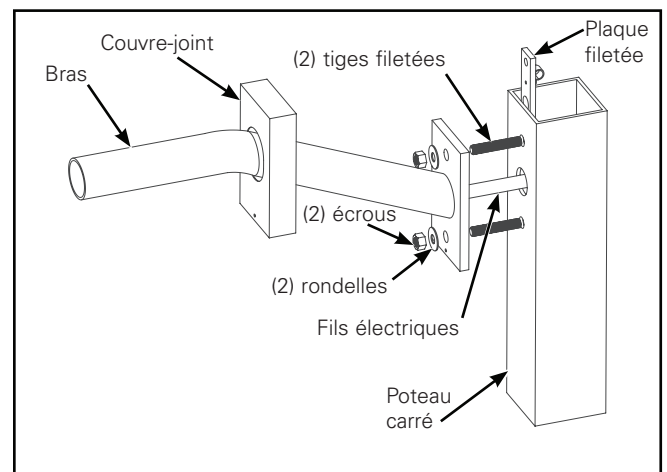
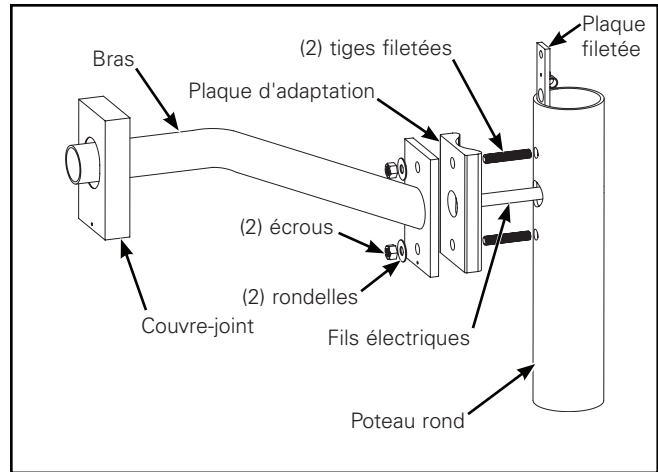

Figure 6.
Figure 7.
Crosse: Poteau carré (Figure 6) et poteau rond (Figure 7)
3. Pour les poteaux ronds seulement – installez la plaque d'adaptation ronde en plaçant le côté rond face au poteau (Figure 7). Alignez les trous supérieurs et inférieurs.